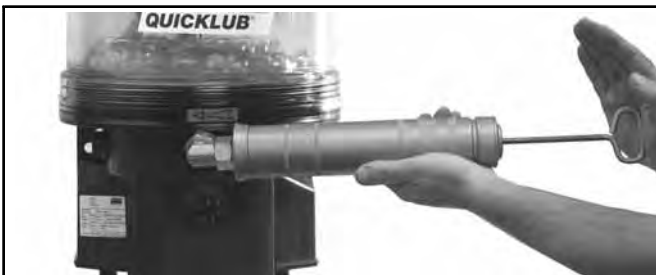

Fig. 9-2 Relleno manual del depósito de la bomba (de abajo)
- Llene el depósito hasta la marcación "máx." por el racor de relleno (véase fig. 9-1), por una conexión de relleno para cartuchos (véase fig. 9-2), o si haya, por la abertura de llenado desde arriba.